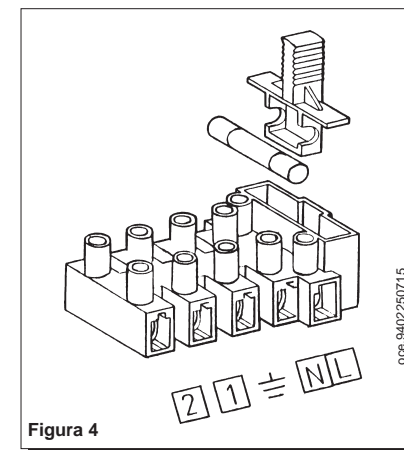

Figura 4
- accedere alla morsettiera di alimentazione (figura 4) come descritto al capitolo precedente;
- togliere il ponticello presente sui morsetti (1) e (2);
- acceder al tablero de bornes de alimentación (figura 4) como descrito en el capítulo precedente;
- remover el puente sobre los bornes (1) y (2);